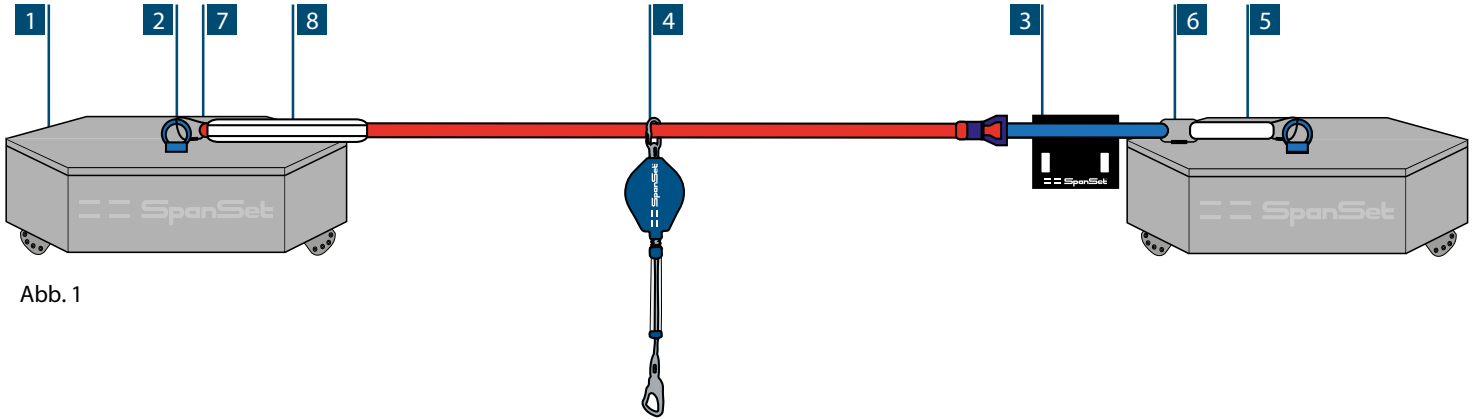

Abb. 1
### Bausatz für 1 Person (Abb.1)
- Die auf das Band aufgezugene PolyurethanSchutztasche (Secutex ClipSchlauch, Abb. 11) muß am Schlaufenende beim Betonblock positioniert werden. Sie dient als Kantenschutz und gleichzeitig als Anschlag, damit das Höhensicherungsgerät nicht auf dem Betonblock zu liegen kommt (Abb. 1)